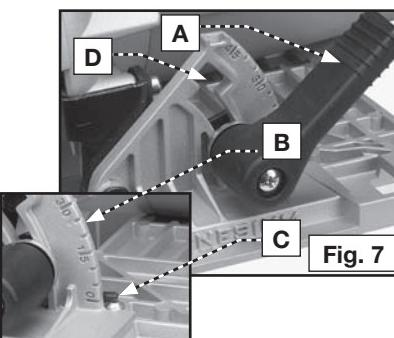

Fig. 7
1. Débloquez la poignée de réglage du biseau (A) Fig. 7.
2. Inclinez la base de la scie jusqu'à ce que la ligne de graduation désirée sur le segment de biseau (B) Fig. 7 soit alignée sur le repère (C) Fig. 7 sur le support.
4. Pour les coupes biseautées 45° plus grand que, placez le guide sur la marque 45°. Soulevez le levier de réglage biseauté dans de la fente (D) Fig. 7 et déplacez la base de scie à l'angle plus grand. Serrez le levier de réglage biseauté fermement.